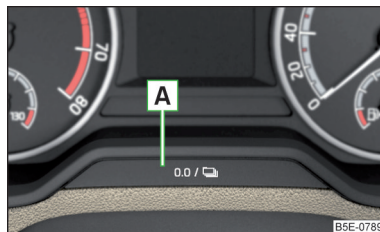

Fig. 30
- Apăsați tasta **A** » fig. 30 și mențineți-o apăsată, până când pe afișaj se afișează punctul de meniu **Service**.